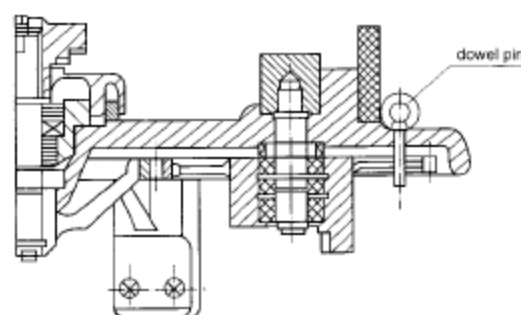

Fig.14 Localização do pino sinalização Chave de desvio
(Ver Fig. 14).
f. Remover o pino de localização pintado de vermelho do conector da engrenagem intermediária da base do compartimento de óleo (ver Fig. 14).